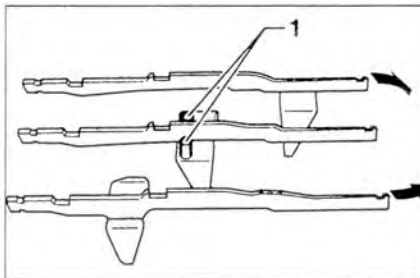

Рис. 5.47. Вилки переключения передач.
3. Отсоедините вилки от пальца 1 центральной вилки путем вращения (стрелки) (рис. 5.47).